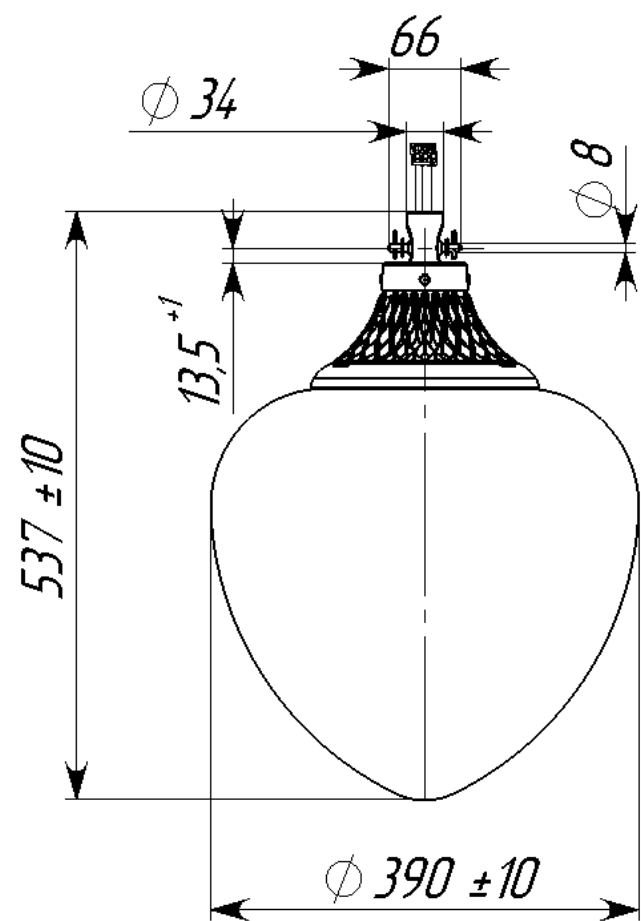

Рисунок 2
2.1 Светильники подвесные серии GALAD Капля LED-40 (Рисунок 2) предназначены для функционально-декоративного освещения парков, скверов, бульваров, зон отдыха, территорий микрорайонов, коттеджных посёлков.